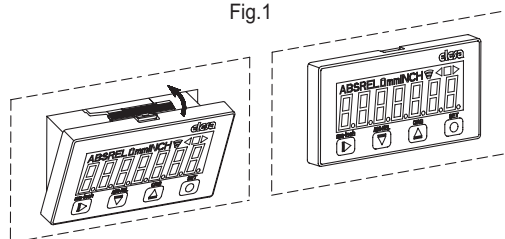

Fig.2
- Rimuovere l'indicatore dalla sua sede, esercitando una pressione sull'aletta di ritegno portandola a battuta con l'ausilio di un cacciavite a taglio (Fig.2).